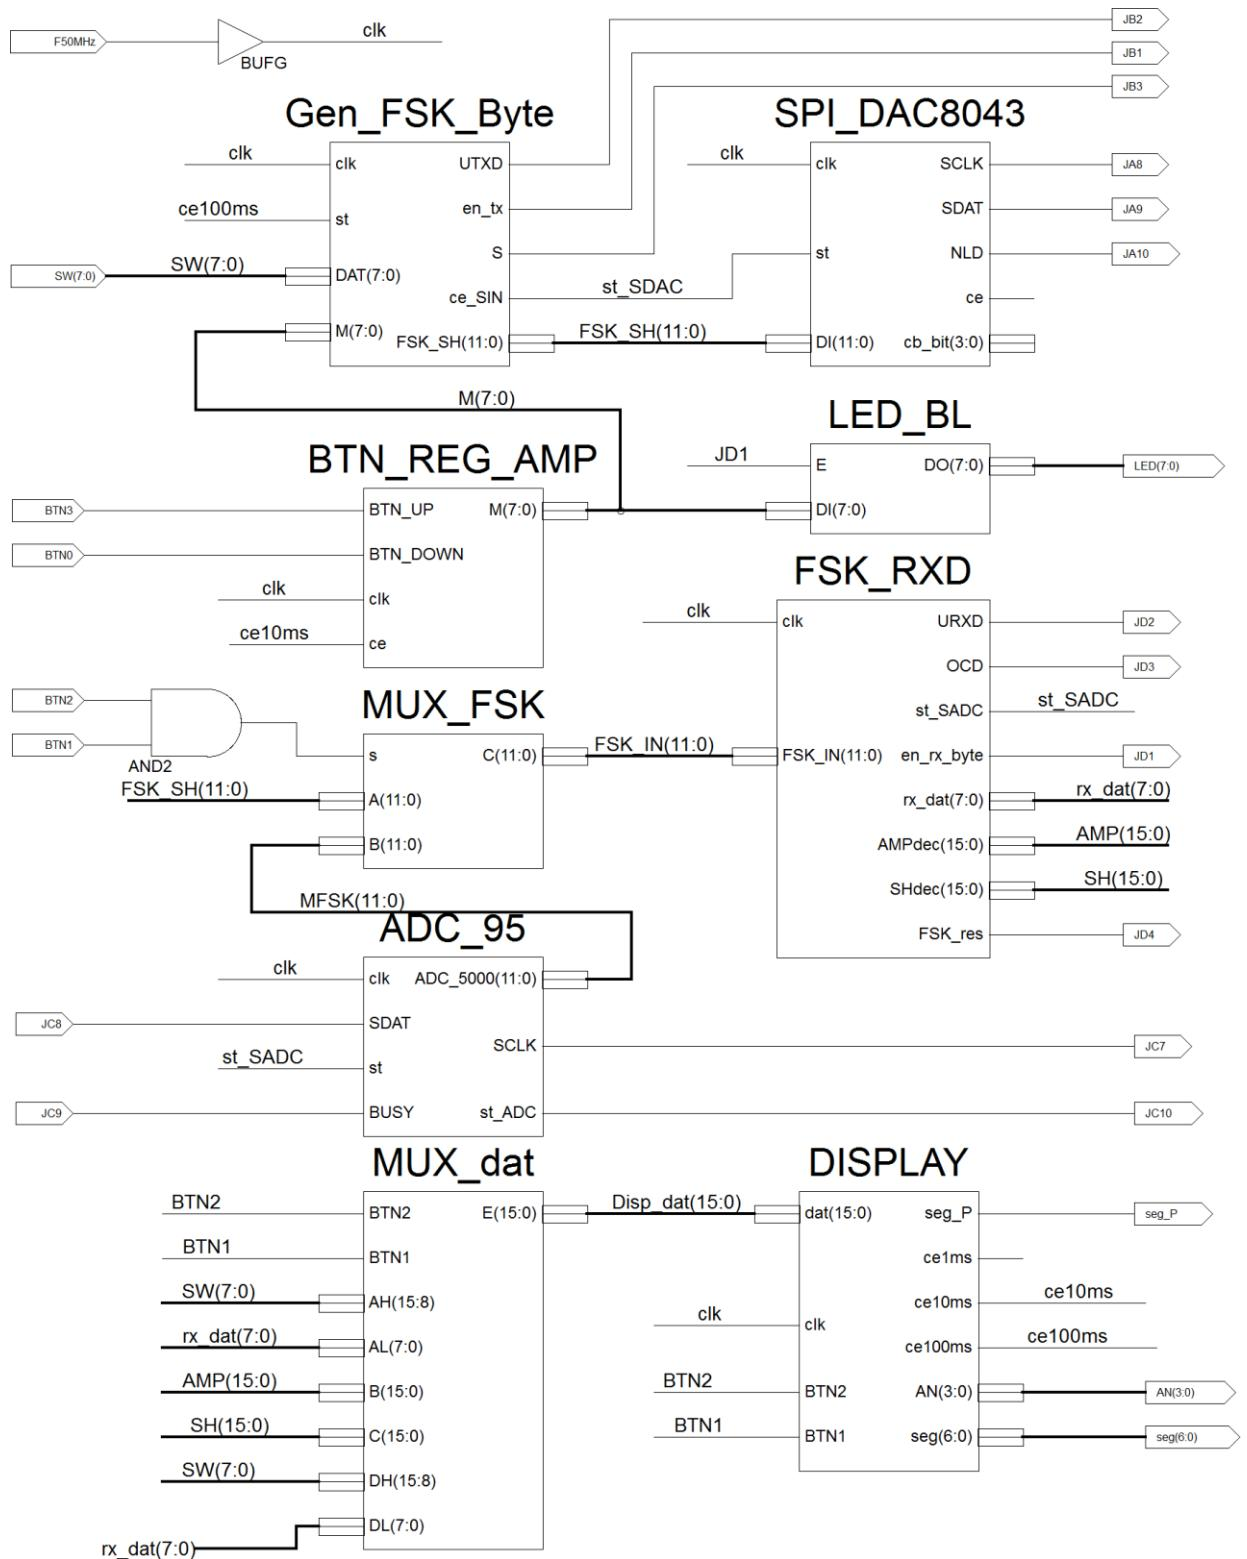

Рис. 3 Схема лабораторной работы S_Sch_Lab414_N95
Для схемы **S_Sch_Lab414_NS** (рис.3) дополнительно создать модули и символы:
5.1 Создать лист схемы **S_Sch_Lab414_N95** (New Source - Schematic). Из созданных символов составить схему рис.3. Выполнить синтез (Synthesize - XST), исправить ошибки.